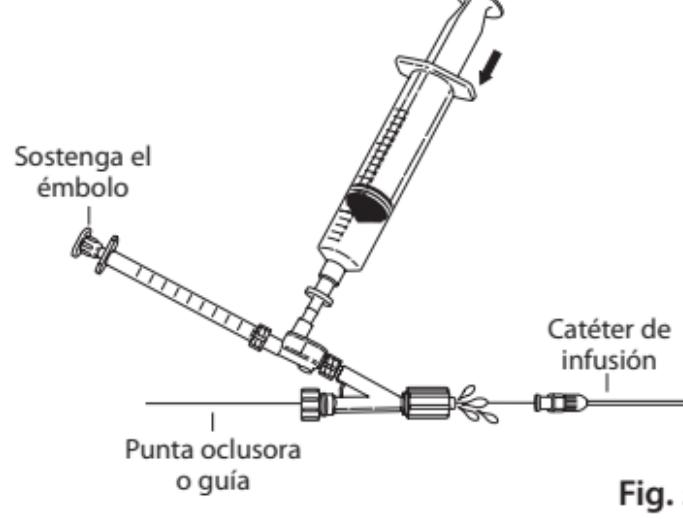

Fig. 5
7. Para conectar la válvula de no retorno y el adaptador Tuohy-Borst al catéter de infusión, afloje la válvula Tuohy-Borst y deslice el conjunto por la punta oclusora. Antes de conectar el conjunto al catéter, mantenga fijo el émbolo de la jeringa de 1 mL y presione la jeringa de 20 mL, y asegúrese de que se purga todo el aire del conjunto. Deje un poco de solución en la conexión Luer Lock del adaptador Tuohy-Borst antes de conectarlo al catéter de infusión. (**Fig. 5**)